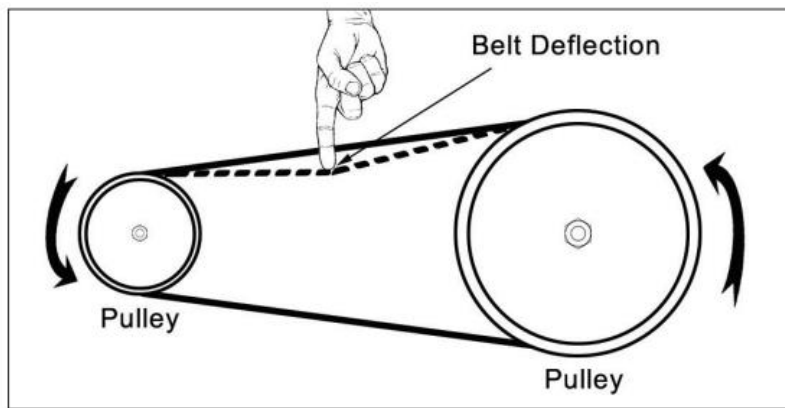

Рис.13
3. Натяжение или прогиб клинового ремня должны составлять от 6,4 мм до 9,5 мм (от 1/4" до 3/8") при умеренном надавливании на ремень пальцем. Рис.13